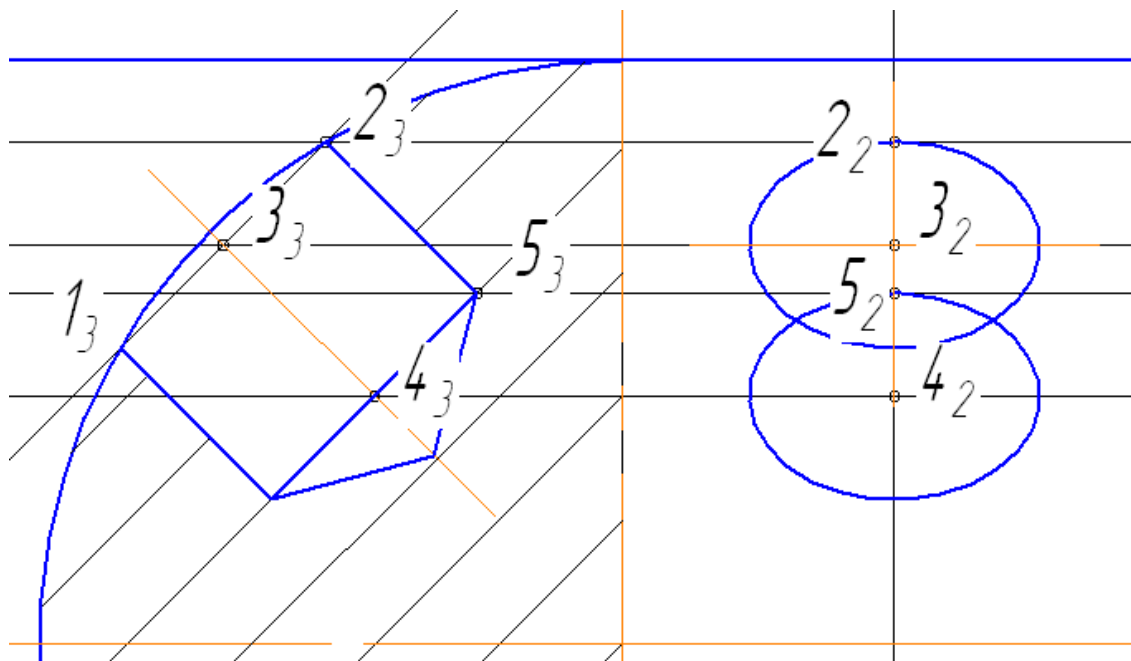

Рис. 16
12. Для построения проекций отверстий на главном виде проведите вспомогательную прямую через точки 1 – 2. Центры двух эллипсов будут в точках 3 и 4. Точки 2 и 5 определяют величину малых полуосей, а величина большой полуоси эллипса равна 5 мм, рис. 16.